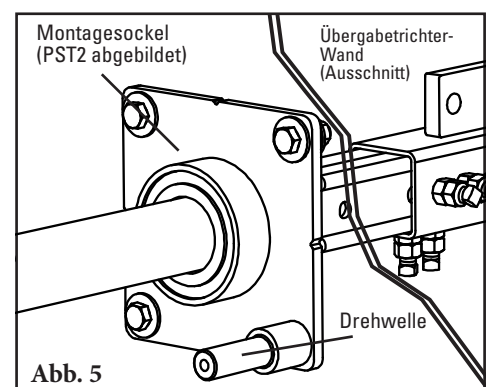

Abb. 5
5. **Anbau der Montagesockel.** Die Montagesockel mit den beigefügten Schrauben an den Übergabetrichter (Abb. 5) montieren. Die Drehwelle an die gewünschte Position bringen (siehe Schritt 9S).